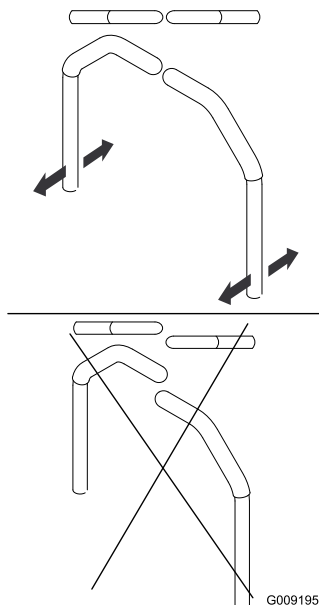

Figure 61
4. Réglez l'alignement avant/arrière des leviers en les plaçant simultanément à la position point mort puis faites-les coulisser jusqu'à ce qu'ils soient alignés, puis serrez les boulons (Figure 61).